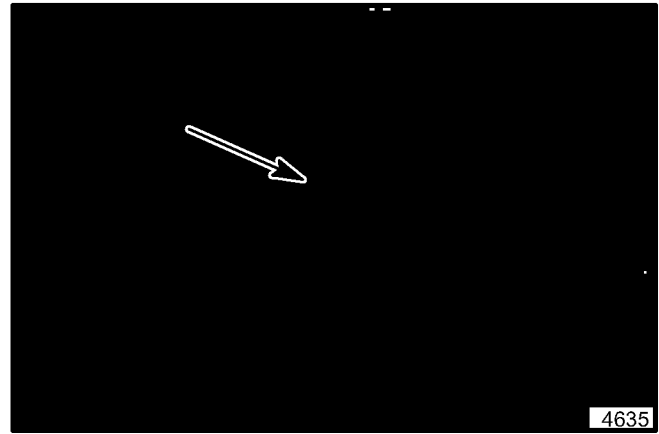

Figure 13. Starter
4. Au besoin, se servir du starter pour démarrer le moteur s'il est froid. Le starter se trouve à l'avant du moteur (voir figure 13).